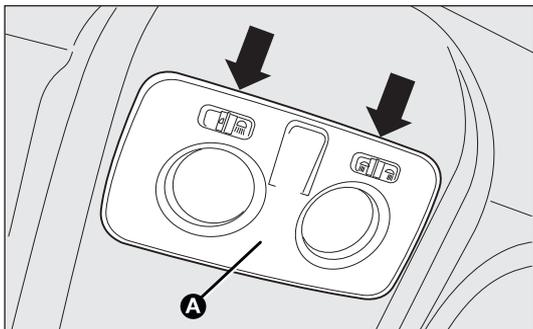
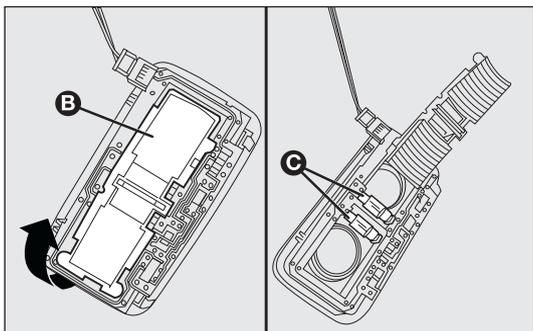

fig. 166
fig. 167
- agir sur les points indiqués par les flèches et enlever le plafonnier A-fig. 166 ;
- ouvrir le volet de protection B-fig. 167 ;
- refermer la trappe B-fig. 167 et fixer le plafonnier A-fig. 166 dans son logement, puis vérifier qu'il soit bien bloqué.